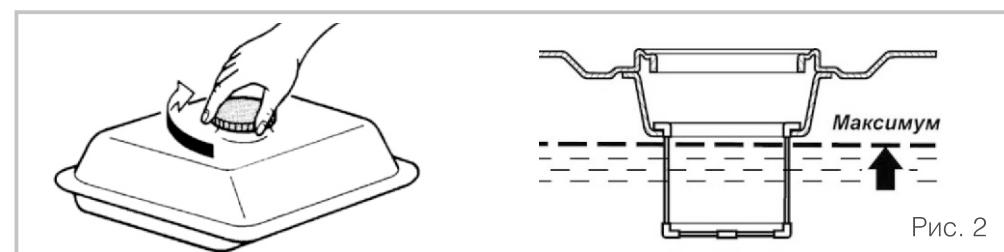

Рис. 2
- При заправке убедитесь в наличии фильтра (сеточки) в горловине топливного бака(См. Рис.2).